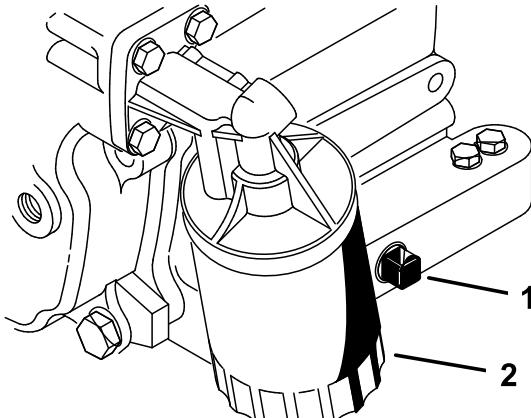

Рисунок 26
- Снимите маслосливную пробку (Рисунок 26) и дайте маслу стечь в сливной поддон. Когда масло перестанет течь, установите маслосливную пробку на место.
- Снимите масляный фильтр (Рисунок 26).